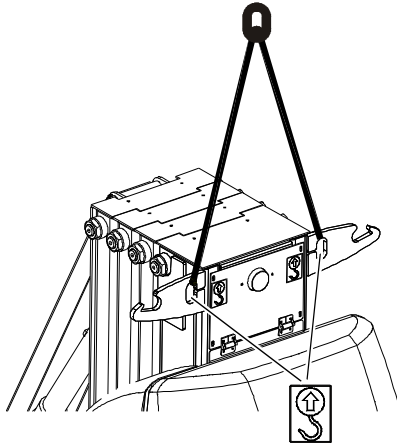

Bild 3-16. Anheben der Maschine
- Befestigen Sie Heberiemchen/-ketten wie in Bild 3-16, gezeigt an BEIDEN Hebeösen.